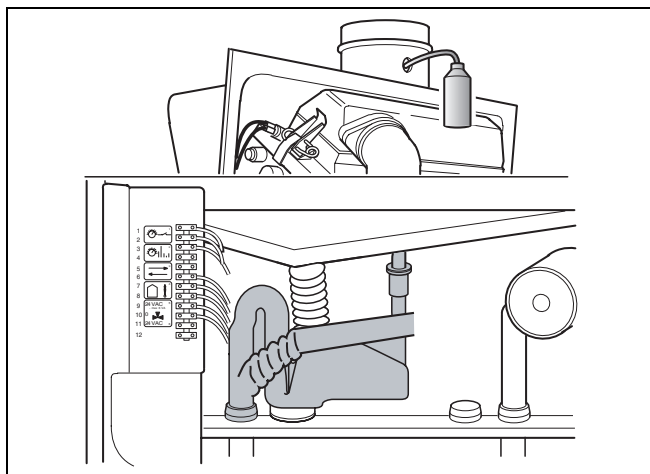

Fig. 42 Verificare il funzionamento del bypass di condensa
- Estrarre il sifone e pulirlo (fig. 42). Assicurarsi che la calotta di chiusura sia correttamente avvitata sul sifone.
- Versare dell'acqua (utilizzando ad esempio un vaporizzatore) nel punto di misura sinistro (fig. 42) per i gas combusti e verificare che il flusso scorra senza intoppi nel bypass condensa.